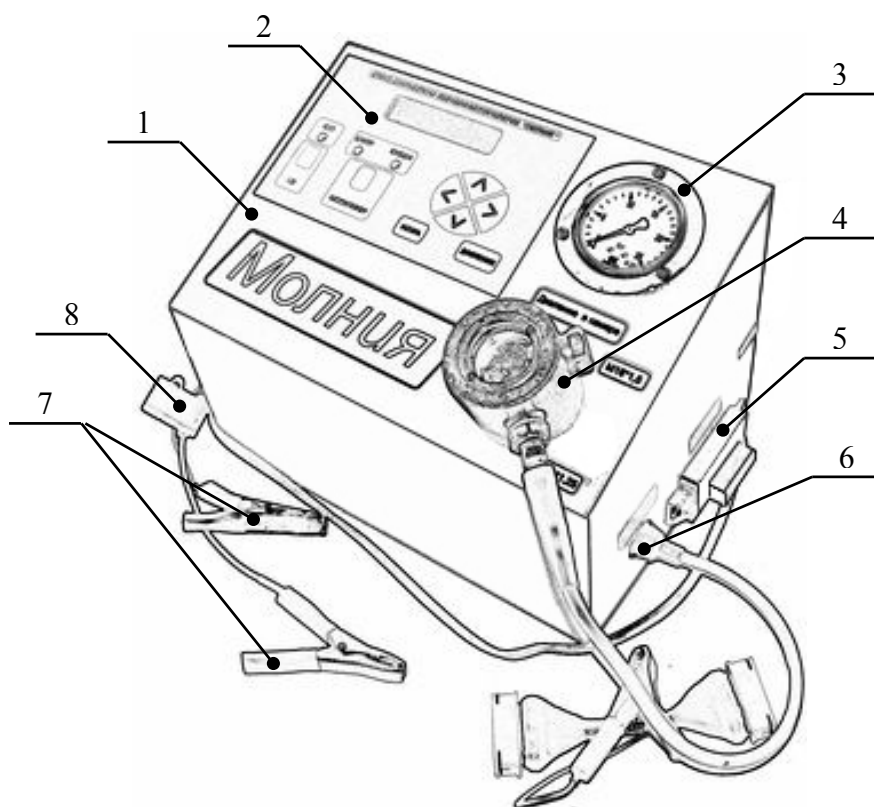

Рис. 1. Внешний вид стенда “Молния”
5. Кнопка **Коммутатор** для выбора работы с встроенным в стенд коммутатором или внешним коммутатором, подключённым через разъём (5 рис. 1) на правой боковой панели стенда.
1. Аккуратно и до ощутимого упора вверните проверяемую свечу в соответствующее отверстие в камере высокого давления (4 рис. 1) и подключите к ней высоковольтный провод. Во второе отверстие вверните заглушку, поставляемую со СТЕНДОМ. Используйте уплотнительные кольца, идущие в комплекте к СТЕНДУ. Для повышения герметичности уплотнения, штатную шайбу на свече рекомендуется снять.
2. Подключите клеммы кабеля питания (7 рис.1) к положительной и отрицательной клеммам автомобильного аккумулятора в соответствии с обозначением на контактах. После подключения клемм включатся светодиодные и жидкокристаллический
1. Аккуратно и до ощутимого упора верните проверяемую свечу в соответствующее отверстие в камере высокого давления (4 рис. 1) и подключите к ней высоковольтный провод. Во второе отверстие верните заглушку, поставляемую со СТЕНДОМ. Используйте уплотнительные кольца, идущие в комплекте к СТЕНДУ. Для повышения герметичности уплотнения, штатную шайбу на свече рекомендуется снять.
4. Нажмите кнопку **Давление** и удерживайте её, пока давление в камере не станет равным рабочему давлению для проверяемой свечи. Величину давления контролируйте по манометру (3 рис.1) на корпусе прибора.
5. Нажмите и удерживайте кнопку **Искра** для формирования высоковольтного напряжения на свече. При необходимости измените частоту следования искры используя кнопки **↑**, **↓**, и угол замкнутого состояния контактов кнопками **←**, **→**. Через окно в камере высокого давления (4 рис.1) наблюдайте за процессом искрообразования.
1. Аккуратно и до ощутимого упора верните эталонную свечу в соответствующее отверстие в камере высокого давления (4 рис. 1) и подключите к ней высоковольтный провод. Во второе отверстие верните заглушку, поставляемую со СТЕНДОМ.
- Используя кабель переходник, подключите проверяемый коммутатор к разъёму (5 рис. 1) расположенному на правой боковой панели стенда.
- Нажмите кнопку **Давление** и удерживайте её, пока давление в камере не станет равным рабочему давлению для используемой свечи. Величину давления контролируйте по манометру (3 рис.1) на корпусе прибора.
- Нажмите и удерживайте кнопку **Искра** для формирования высоковольтного напряжения на свече. При необходимости измените частоту следования искры используя кнопки , , и угол замкнутого состояния контактов кнопками , . Через окно в камере высокого давления (4 рис.1) наблюдайте за процессом искрообразования.